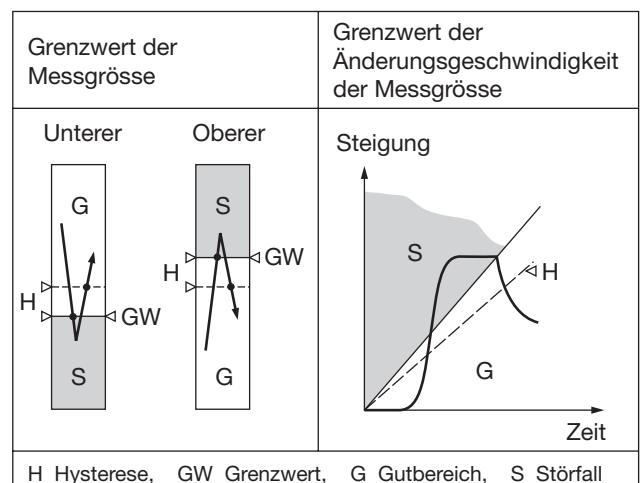

Bild 3. Schaltverhalten, je nach Grenzwert-Typ.
– Unterer GW der Messgrösse (siehe Bild 3, links)
– Oberer GW der Messgrösse (siehe Bild 3, links)
(siehe Bild 3 rechts)